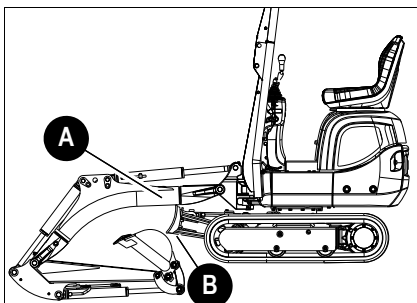

Fig. 181: Arbejde ved udgravninger
- Pas på, at dozerbladet B aldrig berører løftearmen A . Fig. 181